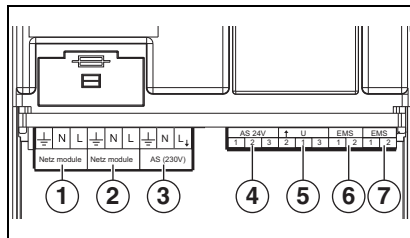
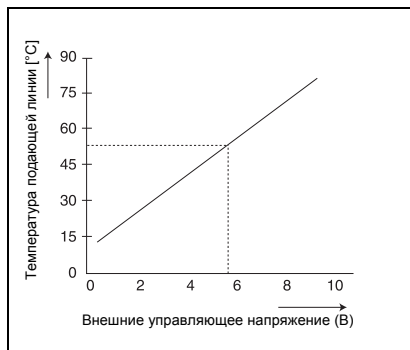
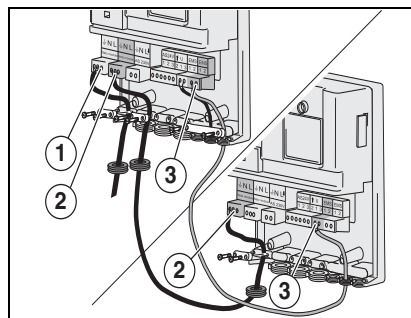

Рис. 2 Подключения
Рис. 3 Диаграмма 0-10 В
Рис. 4 Два соединенных между собой модуля, сетевое подключение
- a) Монтаж в системе управления (→ рис. 2 - 4, стр. 45).
- ▶ Соедините контакты подключения EMS (→ рис. 2, [6]) на EM10 2-жильным кабелем с контактами RC (или ) отопительного котла (возможно параллельное подключение к регулятору температуры).
- Через контакты AS 24В (→ рис. 2, [4]). Это беспотенциальный коммуникационный контакт для низковольтных сигналов с напряжением до 24 В. Этот сигнал неисправности может быть принят, например, в центральной системе управления здания.
- Через контакты AS 230 В (→ рис. 2, [3]). Здесь можно подключить, например, сирену или сигнальную лампу. При возникновении неисправности эти контакты находятся под напряжением 230 В переменного тока.
С помощью сигнала 0-10 В постоянного тока (→ рис. 2, [5]) возможно регулирование температуры подающей линии или мощности котла (→ рис. 3).
Этот вид регулирования активируется, когда переключены клеммы 1 и 3 (→ рис. 2, [5] и электросхему на стр. 46). EM10 задаёт системе управления через сигнал 0-10 В мощность в процентах (→ таб. 2).
Имеется возможность соединить между собой несколько различных модулей (например, EM10 и VM10). У двух или трех модулей нужно соединить сетевые контакты (→ рис. 4, [2]) и контакты EMS (→ рис. 4, [3]).
- ▶ Подключите регулятор температуры Logamatic RC к контактам EMS (→ рис. 4, [3]).
- ▶ Подключите модуль к сети 230 В переменного тока (→ рис. 2, [1] и рис. 4, [1]).